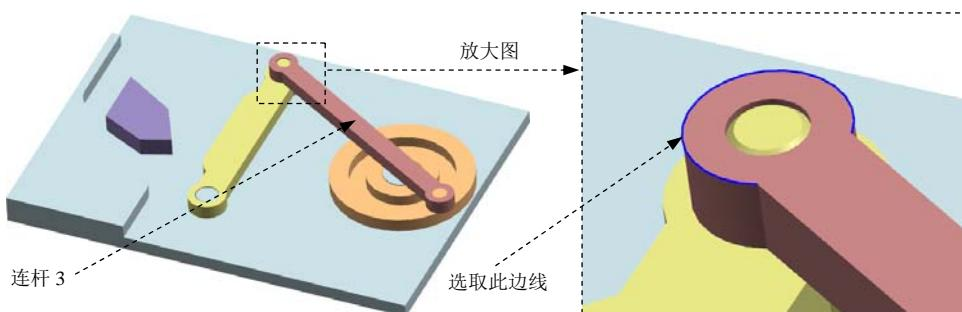

图 8.3.10 破碎机机构模型
下面举例说明追踪的一般创建过程。在图 8.3.10 所示的破碎机机构中，如果需要绘制连杆 3 左侧圆孔中心点的轨迹曲线，可以先在此点处放置一个标记，然后追踪该标记即可。
Step4. 创建标记。选择下拉菜单**插入(I)** → **标记(M)...**命令，系统弹出“标记”对话框；在系统**选择连杆来定义标记位置**的提示下，选择图 8.3.10 所示的边线为参考，系统自动指